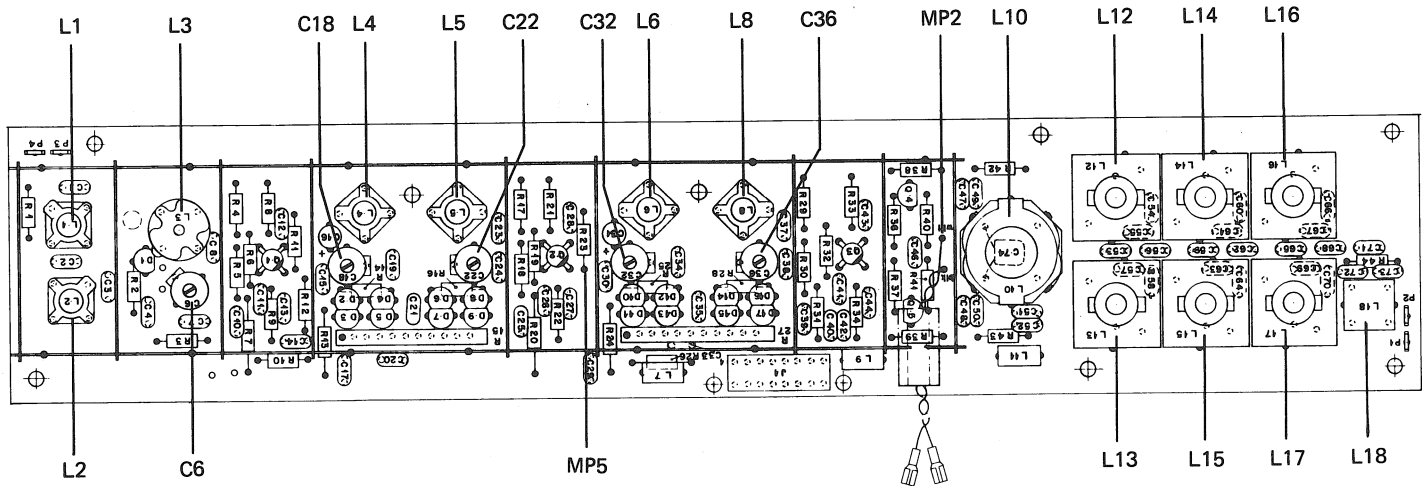
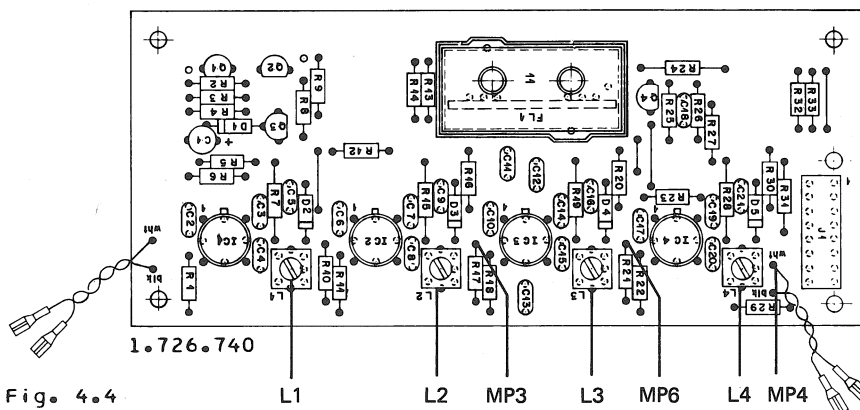

Fig. 4.3
Fig. 4.4
- Raccordez le fréquencemètre au point de mesure MP4 (câble blanc, 1.726.740, fig. 4.4).
- Raccordez le voltmètre HF au point de mesure MP3 (R17, IC3 broche 1, 1.726.740, fig 4.4).
- Pressez la touche de station 2 (90 MHz). Réglez L3 à L6 et L8 au maximum de tension lu sur le voltmètre HF (fig. 4.3).
- Raccordez le voltmètre HF au point de mesure MP3 (R17, IC3 broche 1, 1.726.740, fig. 4.4).
- Raccordez le fréquencemètre au point de mesure MP4 (1.726.740, fig. 4.4).
- L10/L12/L13 à L18 (1.726.730, fig. 4.3) et L1/L2 (1.726.740, fig. 4.4) doivent être alignés sur une déviation maximale du voltmètre HF. Les bobines s'influencent mutuellement, répétez plusieurs fois le réglage.
- Si les valeurs préconisées ne peuvent être atteintes, il y a lieu de modifier le réglage des noyaux L10 et L12 à L17 (1.726.730, fig. 4.3) jusqu'à ce que les tolérances nominales soient atteintes. On procédera éventuellement à une correction avec tous les noyaux.
- Reliez le voltmètre HF au point de mesure MP6 (R21, IC4 broche 1, 1.726.740, fig. 4.4) et alignez L3 au maximum de tension.
- Reliez le voltmètre HF au point de mesure MP4 et alignez L4 au maximum de tension (fig. 4.4).